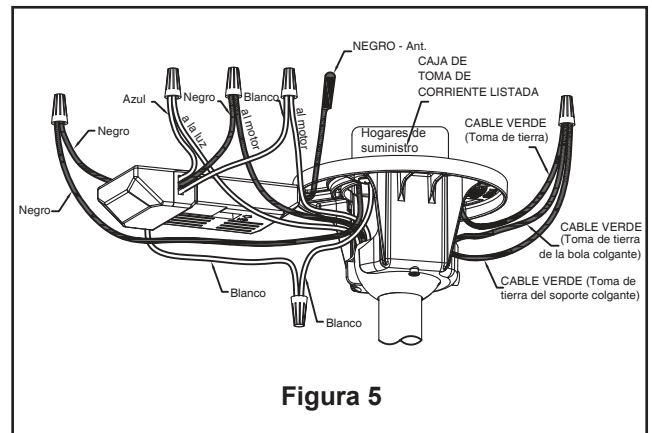

Figura 5
5. Pase los cables a través de la cubierta de unión del motor, la cubierta para el tornillo y el capuchón. (Figura 5)
4. Conecte los cables verdes desde el soporte colgante y la bola colgante en el cable desnudo (toma de tierra) utilizando el conector de cables suministrado. Conecte el cable negro desde la unidad del receptor marcado "AC IN L" al cable negro de suministro de electricidad utilizando el conector de cables suministrado. Conecte el cable blanco desde la unidad del receptor marcado "AC IN N" al cable blanco de suministro de electricidad utilizando el conector de cables suministrado. Conecte el cable blanco desde la unidad del receptor marcado "TO MOTOR N" al cable blanco del ventilador utilizando el conector de cables suministrado con el receptor. Conecte el cable blanco desde la unidad del receptor marcado "TO MOTOR L" al cable blanco del ventilador utilizando el conector de cables suministrado con el receptor. Por último, conecte el cable azul del receptor al cable azul de la luz del ventilador utilizando el conector de cables suministrado. Coloque todos los cables conectados y la antena del receptor para permitir la instalación de la cubierta del techo. (Figura 5)
5. Luego de empalmar los cables y realizar la conexión, sepárelos y dóblelos hacia arriba con el conductor con conexión a tierra y el conductor con conexión a tierra del equipo debe ir en un lado de la caja de distribución eléctrica y el conductor sin conexión a tierra debe ir del otro lado. (Figura 5)
5. Si se desea que el flujo del aire vaya en la dirección opuesta, apague el ventilador y espere a que se detengan las palas. Deslice la carcasa de la cubierta para visualizar el interruptor del reverso. Deslice el interruptor del reverso ubicado en la parte superior del motor hacia la posición opuesta y encienda de nuevo el ventilador. (Figura 5)